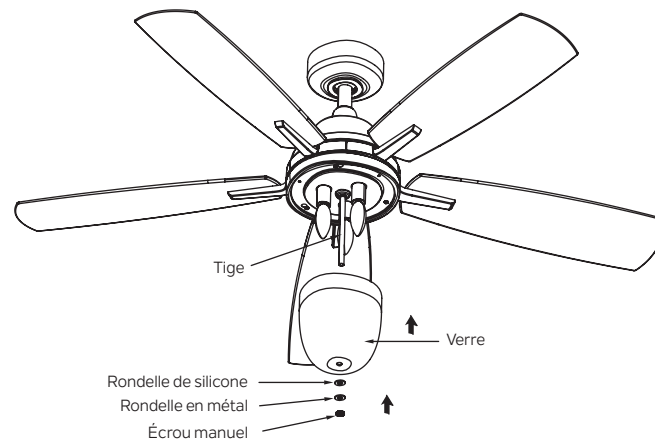

Fig. 23
**Étape 4.** Tenez le verre à travers la tige, fixez-le avec une rondelle en silicone, une rondelle en métal et un écrou manuel. (Fig. 23)